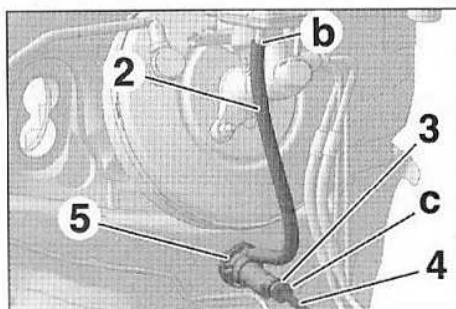

FIG.12
- Désaccoupler la canalisation d'alimentation (2) en (b) (Fig.12).